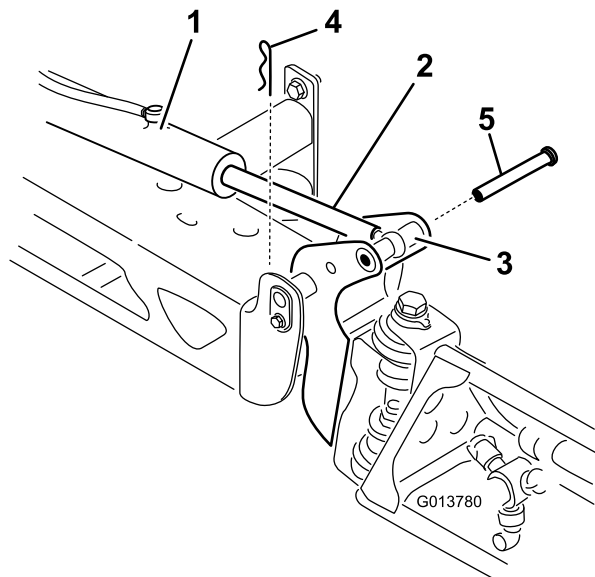

Figura 93
2. Îndepărtați cuiul spintecat de la fusul de basculare (Figura 93).
3. Ridicai braul i îndepărtați tiftul (Figura 93) i coborâi încet braul la sol.
9. În timp ce susineți braul, introduceți tiftul atât prin pivotul braului, cât i prin tija dispozitivului de acionare (Figura 93).